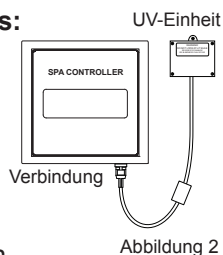

Abbildung 2
1. Drehen Sie den Ein-/Ausschalter des Whirlpools auf AUS. ENTLEEREN SIE DEN WHIRLPOOL. Trennen Sie das CLEARRAY-System von der Steuerung, Abb. 2.